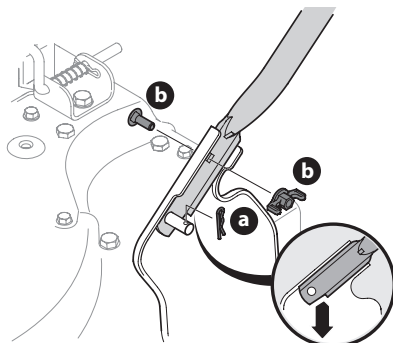

Figura 1
- a. Sitúe los agujeros inferiores de la manija inferior sobre los pernos de los soportes de la manija, y asegúrelos con broches de horquilla. Vea la Figura 1.
- b. Inserte los tornillos del carro desde el lado de afuera a través del agujero superior de la manija inferior y asegúrelos con tuercas de mariposa. Vea la Figura 1.